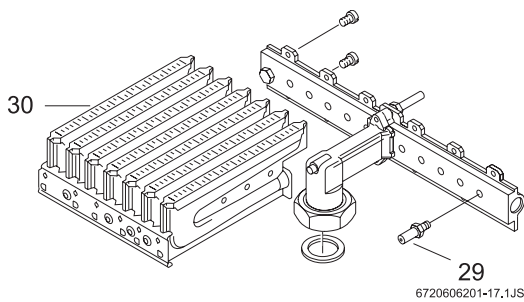

Fig. 14
- ▶ Smontare entrambe le rampe degli ugelli (Fig. 14, pos. 30) e sostituire gli ugelli (Fig. 14, pos. 29).